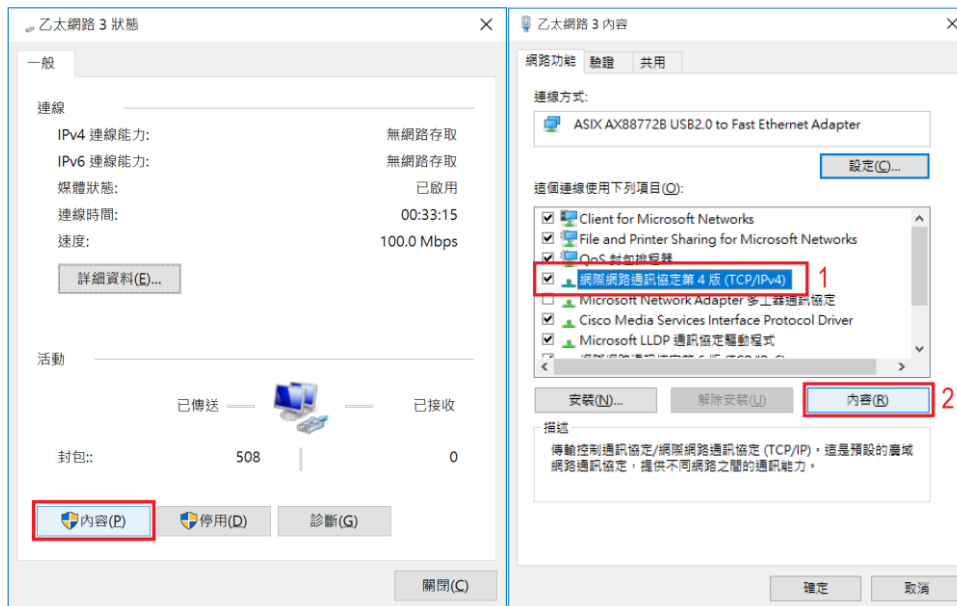

图17 操作前置作业以太网网络状态 2
3) 选择以太网网络内容后，再点选因特网通讯协议第 4 版(TCP/IPv4)内容，如图 17。